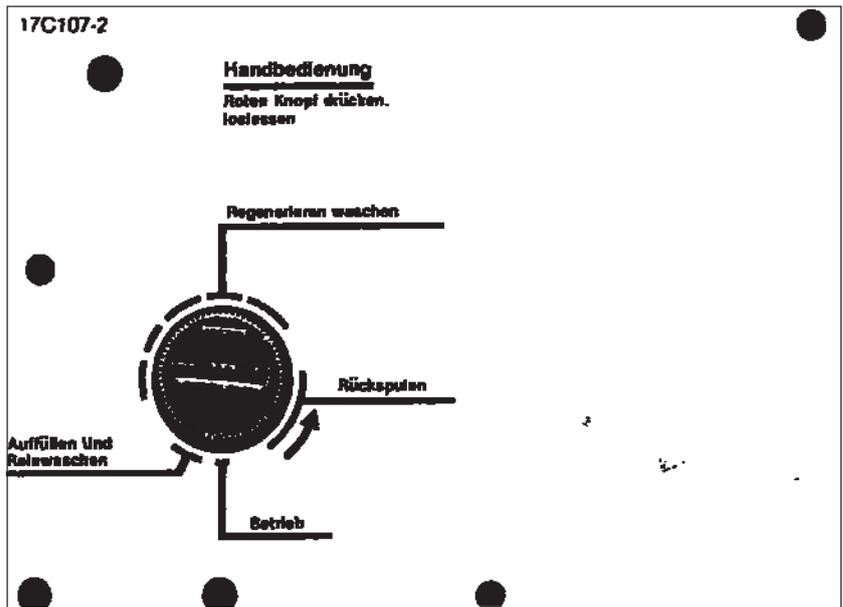

Рис. 8: Блок управления
- 5 . Перевести управляющий клапан в положение обратной промывки. Для этого нажать красную кнопку на блоке управления, (Рис. 8) и одновременно крутить на распределительном валу против часовой стрелки, до тех пор, пока стрелка программной кнопки не будет указывать на "Обратная промывка". Через подключение к канализации выходят воздух и вода. Если через подключение к канализации выходит только вода, то значит воздух из системы удален полностью. Обратную промывку ограничить на абсолютном минимуме,
Блок управления как представлено на Рис. 8 также называется таймером или импульсным таймером. Он проводит регенерацию независимо от эл. блока управления и после окончания переводит управляющий клапан в рабочее положение. Электронный блок управления только посылает стартовый импульс длительностью 10 минут для запуска регенерации. Управляющий клапан, или его блок управления, связан кабелем с управляющим прибором. Временные интервалы фаз регенерации задаются распределительным валом управляющего клапана. Если необходимо провести ручную регенерацию, необходимо непродолжительное нажатие на красной кнопки на блоке управления. Программа регенерации запустится и завершится сама